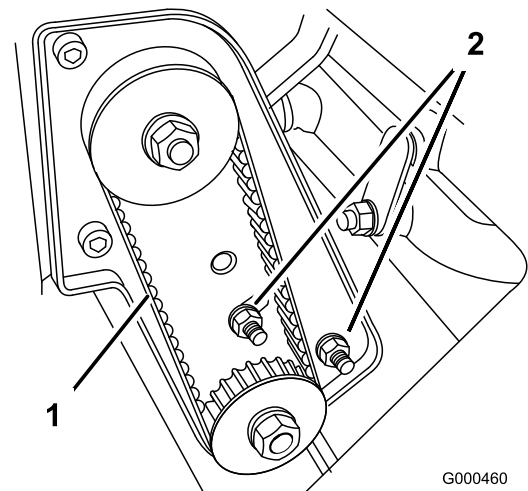

Figura 39
- A. Desaperte as porcas de montagem da caixa de mancal (Figura 39).
- C. Mantendo o ajuste da chave de aperto, aperte as porcas de montagem da caixa de mancal (Figura 39). Não aperte demasiado a correia.